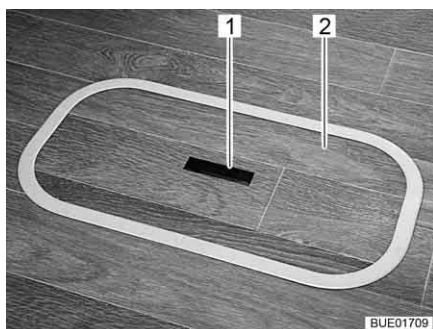
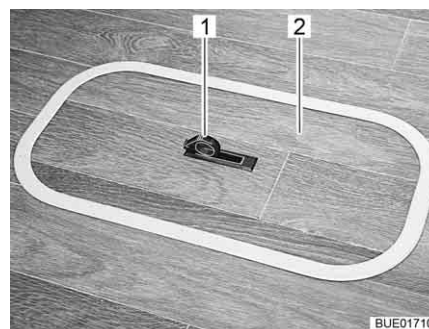

Fig. 62 Couvercle compartiment dans le plancher (poignée encastree)
Fig. 63 Couvercle compartiment dans le plancher (poignée pivotée vers l'extérieur)
- Pousser la plaque de la poignée (Fig. 62,1) vers le bas d'un côté. La poignée (Fig. 63,1) pivote vers le haut.
- Tirer le couvercle (Fig. 62,2 et Fig. 63,2) vers le haut pour le retirer.